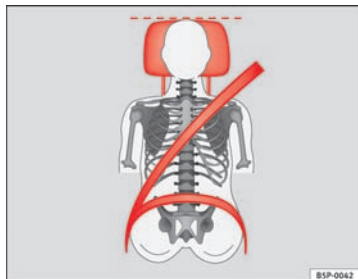
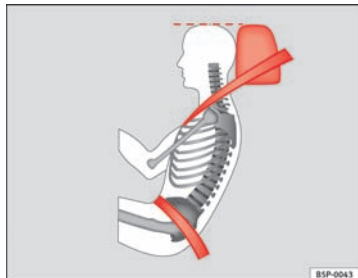

Fig. 3 Appuie-tête correctement réglé, vu de face
Fig. 4 Appuie-tête correctement réglé, vu de côté
- Réglez l'appuie-tête de façon à ce que son bord supérieur soit dans la mesure du possible à la même hauteur que la partie supérieure de votre tête, et au moins à la hauteur des yeux ⇒ fig. 3 et ⇒ fig. 4.